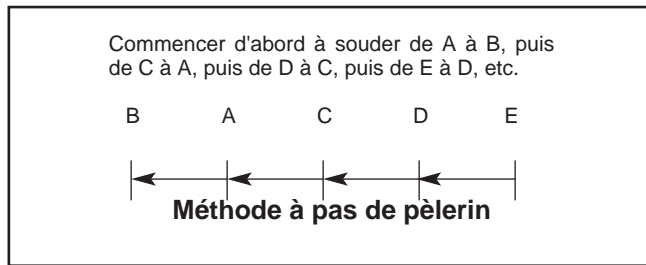

FIGURE B.21
3. Quand on soude des tôles de 16 d'épaisseur (1,5 mm) et moins, un échauffement peut provoquer un gauchissement et un trou. La façon d'éliminer ces problèmes est d'utiliser la méthode dite à pas de pèlerin illustrée à la figure B.21.